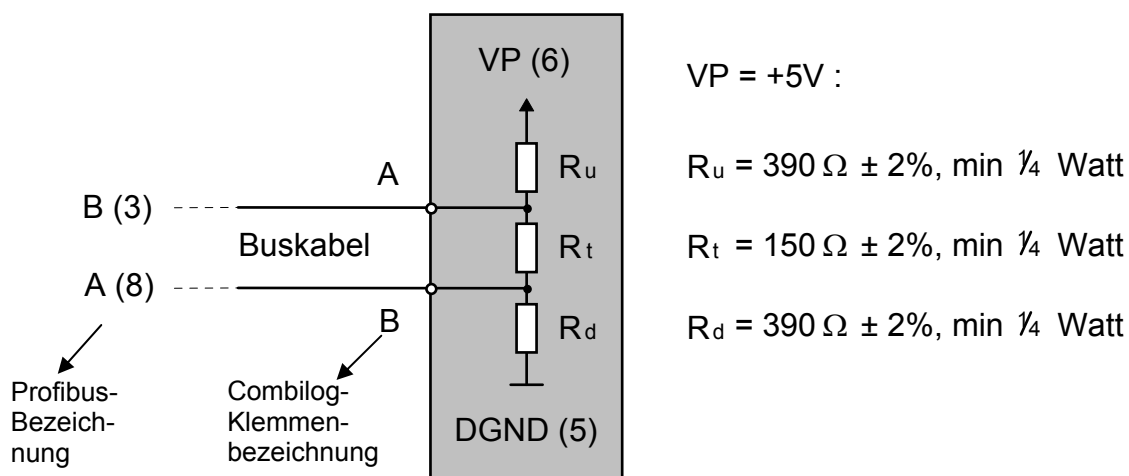

Bild 10.5 Busabschluss
**Hinweis:** Die im Bild 10.5 in Klammern gesetzten Zahlen geben die Stiftnummer für den Anschluss über den 9-poligen D-Subminiatur-Stecker an.
Er kann entweder unabhängig vom Gerät über externe Widerstände und einer separaten Spannungsversorgung, gemäß der Abbildung 10.5, vorgenommen werden. Dabei werden für den Busabschluss die Verwendung der angegebenen Widerstände empfohlen.